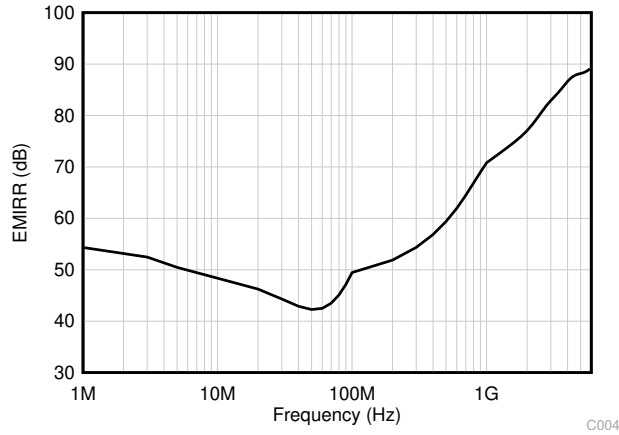

图 6-1. EMIRR 测试
TLV915x-Q1 使用集成电磁干扰 (EMI) 滤波来减少无线通信以及混合使用模拟信号链和数字元件的高密度电路板等干扰源产生的 EMI 影响。通过电路设计技术可改进 EMI 抗扰度；TLV915x-Q1 受益于这些设计改进措施。德州仪器 (TI) 已经开发出在 10MHz 至 6GHz 扩展宽频谱范围内准确测量和量化运算放大器抗扰度的功能。图 6-1 展示了对 TLV915x-Q1 执行该测试的结果。表 6-1 提供了 TLV915x-Q1 在实际应用中通常会遇到的特定频率下的 EMIRR IN+ 值。运算放大器的 EMI 抑制比应用报告包含了与运算放大器相关的 EMIRR 性能主题，该报告可在 www.ti.com 上下载。